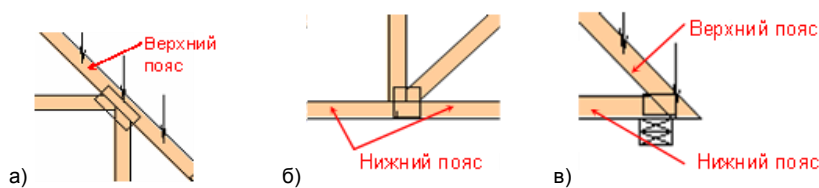

Рис. 3.7. Расположение пластин для различных типов балки
**Тип бруса** – наложение дополнительного условия при автоматической расстановке пластин (рис. 3.7). «Верхний пояс» – пластина не может выступать выше верхней грани такого бруса (рис. 3.7, а,в); «Нижний пояс» – пластина не может выступать соответственно ниже нижней грани (рис. 3.7, б,в); «Левый» – пластина не может выступать слева от бруса; «Правый» – пластина не может выступать справа от бруса; «Не определен» – дополнительное условие не накладывается.